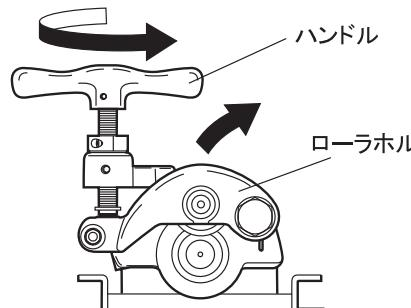

図5
- 1.ハンドルを左に回しローラホルダをいっぱいまで上昇させます。(図5)